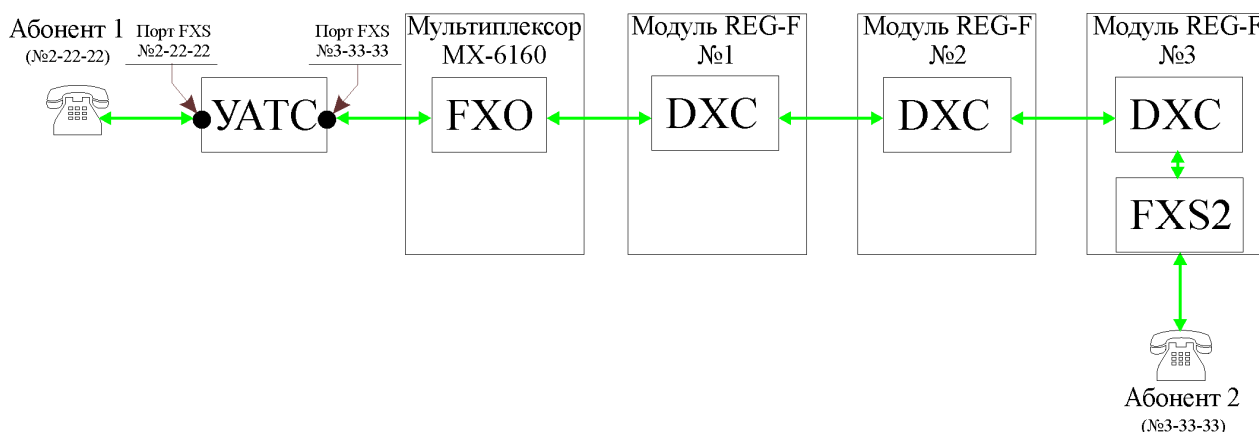

Рисунок 7
6.5 Для организации телефонного канала необходимо соответствующим образом настроить таблицы коммутации цифровых кросс-коннекторов DXC-R, входящих в состав регенерационных модулей REG-F №1...№3 (см. рисунок 7). В модулях REG-F №1, 2 настроить таблицу коммутации DXC-R нужно следующим образом: